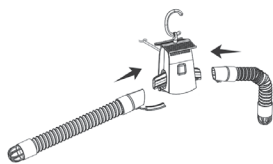
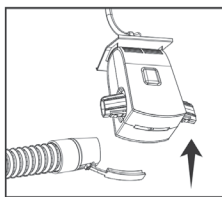

рис.4
рис.5
7.2.1 Подсоедините воздуховоды для обуви к вешалке (рис.4). Убедитесь, что заглушка вставлена в отверстие для выхода воздуха (рис.5).